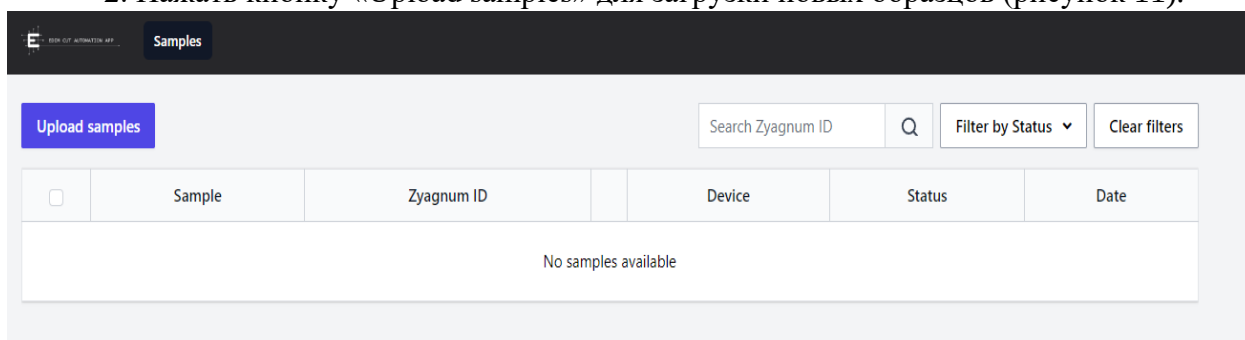

Рисунок 11. Домашняя страница программного обеспечения ZAP
2. Нажать кнопку «Upload samples» для загрузки новых образцов (рисунок 11).